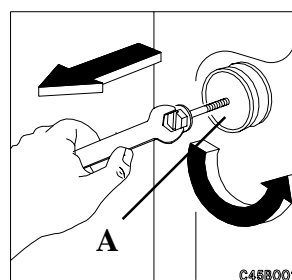

Fig 3
- Sur la partie arrière et à l'aide d'une clé de 10, dévissez et enlevez les deux entretoises (A) (fig. 3).